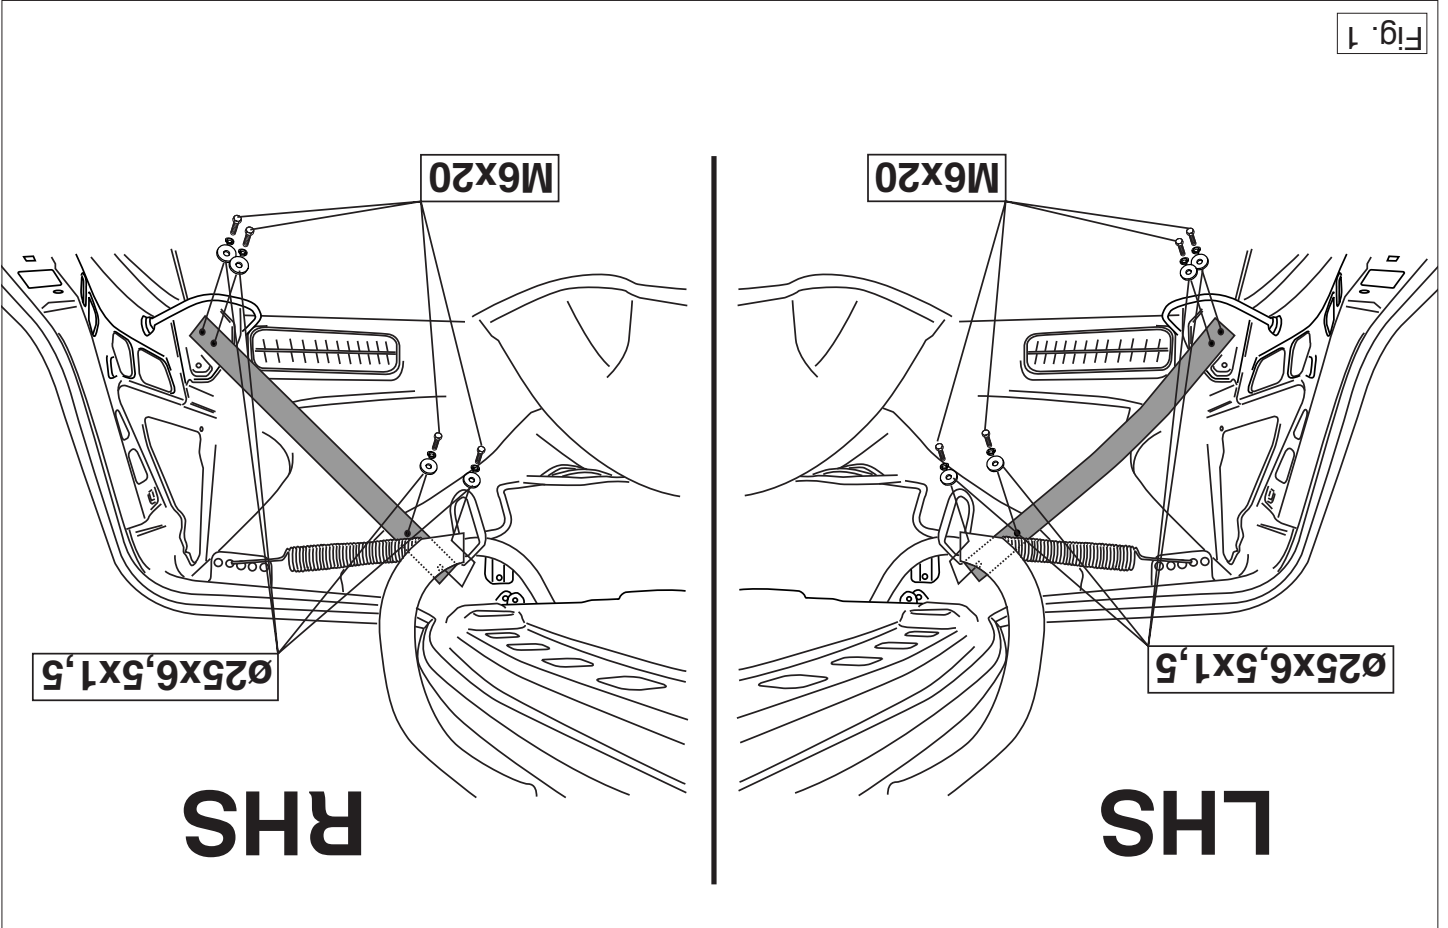

Fig. 1
3. Monteer de steunen G en H. Zie fig. 1.
**Als de meegeleverde verstevigingsbeugels, (zie fig. 1), niet passen dient men de originele verstevigingsbeugels LHS (A 211 639 03 43) en RHS (A 211 639 04 43) bij een Mercedes Benz filiaal te bestellen!**
3. Fit supports G and H. See fig. 1.
10. Place the two PE foam blocks as spacers and seal the portions indicated (see fig. 1).
If the reinforcement brackets provided (see fig. 1) do not fit, you should order the original LHS (A 211 639 03 43) and RHS (A 211 639 04 43) reinforcement brackets from a Mercedes Benz outlet.
3. Die Halterungen G und H montieren. Siehe abb. 1.
Wenn die mitgelieferten Verstärkungsbügel (siehe Abb. 1) nicht passen, müssen die Originalverstärkungsbügel LHS (A 211 639 03 43) und RHS (A 211 639 04 43) bei einer Mercedes Benz-Filiale bestellt werden!
3. Monter les supports G et H. Voir la fig. 1.
10. Placer les deux blocs de mousse PE en guise de colmatage et boucher les parties indiquées (voir la fig.1).
**Si les fixations de renfort fournies (voir fig. 1) ne sont pas adaptées, il faudra commander les fixations de renfort d'origine LHS (A 211 639 03 43 )**
3. Montera stagen G och H. Se fig. 1.
9. Placera de två PE-skumblocken som distanshållare och tillslut delarna enligt figuren (se fig. 1).
Jeżeli zat ącone ramiona wspomagające (patrz rys. 1) nie będą pasować, należy zamówić w filii Mercedes-Benz oryginalne ramiona wspomagające LHS (A 211 639 03 43) ! RHS (A 211 500 06 93)!